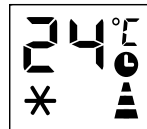

Bild 5
- När apparaten är igång, trycker du på ⏸-knappen, och skärmen visar timmar med flera symboler som blinkar samtidigt. (Bild 5)